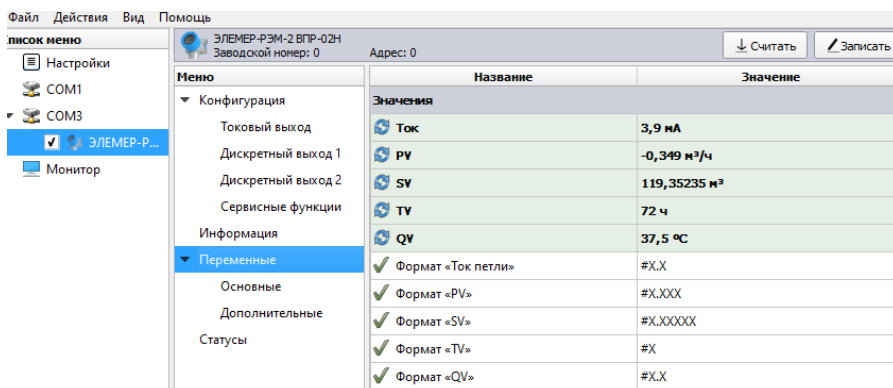

Рисунок 2.21 – Меню «Переменные»
2.7.5.1 ЭЛЕМЕР-РЭМ-2 поддерживает динамические переменные, доступные для чтения по HART-протоколу, приведенные в таблице 2.28. Динамические переменные отображаются в меню «Переменные», подменю «Основные» ПО «HART MultiConfig» (рисунок 2.21).
2.7.5.2 ЭЛЕМЕР-РЭМ-2 поддерживает динамические переменные, доступные для чтения по HART-протоколу, приведенные в таблице 2.29. Динамические переменные отображаются в меню «Переменные» ПО «HART MultiConfig» (рисунок 2.21).